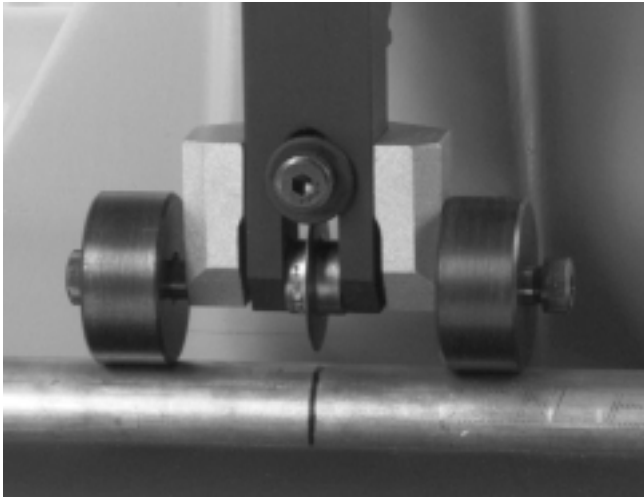

Figura 4 – Rodillos de apoyo de la rueda de corte en contacto con el tubo
6. Baje la manivela hasta que los rodillos de apoyo de la rueda de corte toquen el tubo (*Figura 4*). Mueva el interruptor de ON/OFF a la posición de ON (encendido).